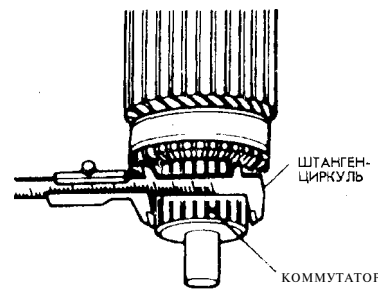

Рис. 10-27.
4. Измерьте диаметр коммутатора (рис. 10-27) и замените якорь, если значение меньше требуемого.